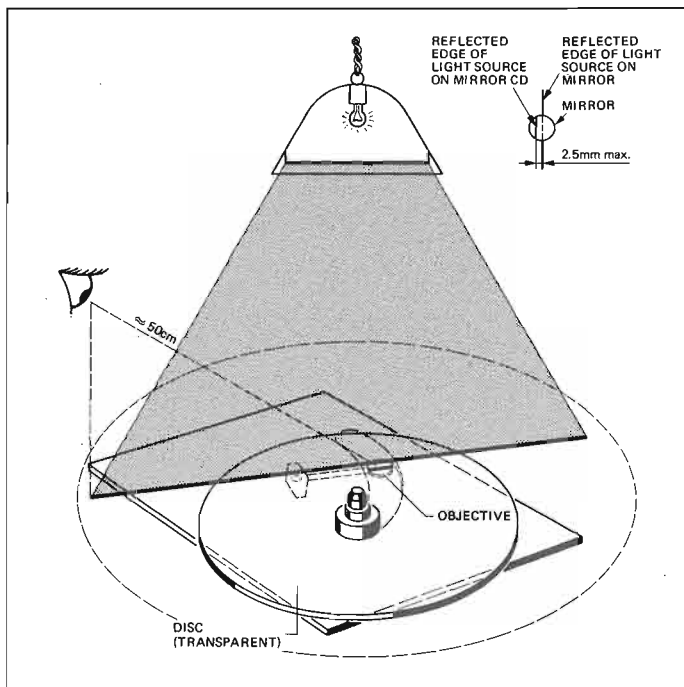
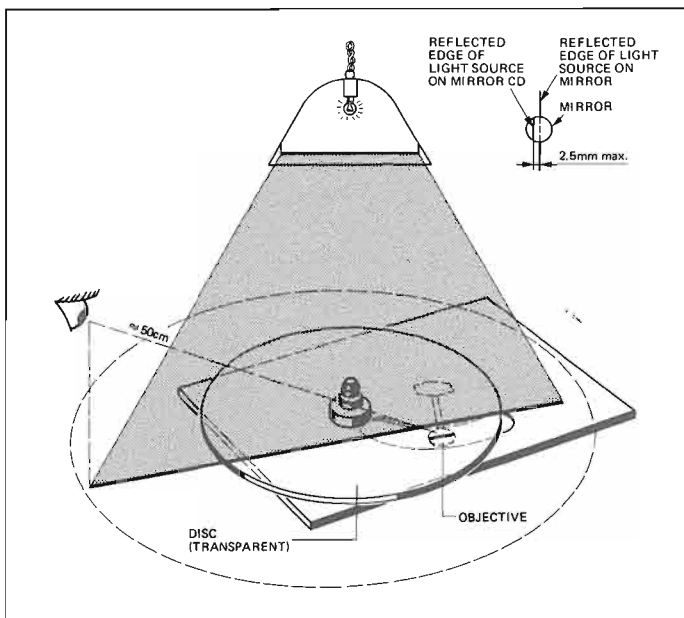

Fig. 4.11
Fig. 4.12
-> fig. 4.11 / fig. 4.12
- En observant les deux ombres sur le disque de verre et le miroir (fig. 4.11) on ne doit pas constater de décalage latéral de plus de 2,5 mm.
- Poser le mécanisme de manière que la ligne d'ombre tombe perpendiculairement au bras mais en passant par le centre du miroir sur l'optique à Laser (fig. 4.12).